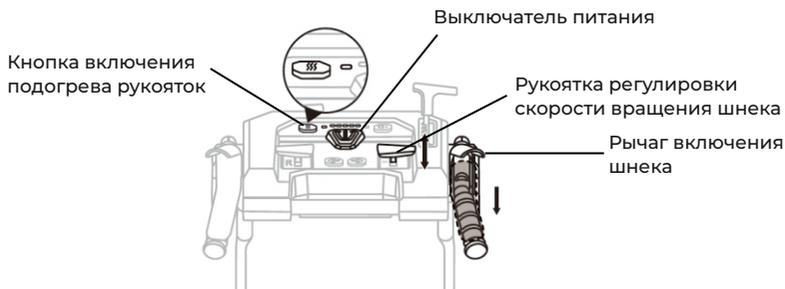

Рис. 6
2. Нажмите на выключения питания и нажмите на рычаг включения шнека, чтобы включить шнек (рис. 6).
6. Ваш снегоуборщик оснащен подогревом рукояток. Чтобы включить подогрев рукояток необходимо включить кнопку на панели рис. 6, светодиод подогрева загорится, рукоятки начнут нагреваться. Чтобы выключить подогрев, нажмите кнопку еще раз.